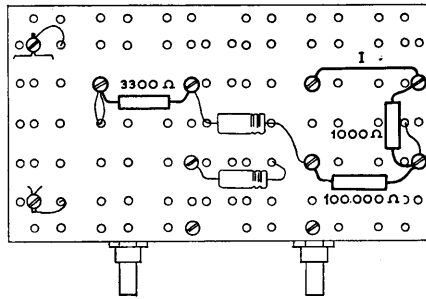

Fig. B 18
10. Monteer de drie weerstanden van 3300, 1000 en 100.000 ohm en vervolgens de draad, die gemerkt is met de letter I (fig. B 18).